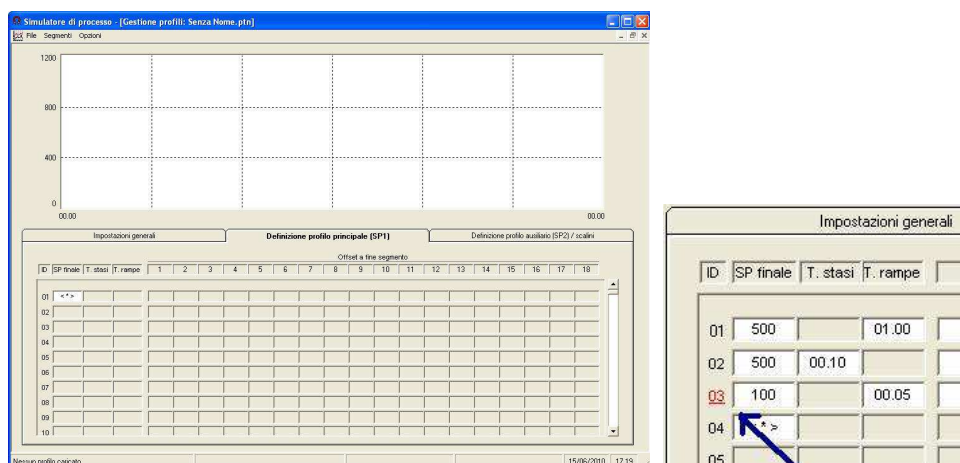

Figura 3.19 – Gestione profili. Definizione profilo principale (SP1) ed attivazione della funzione "crollo"
- **"ID"**: Numero della spezzata. Cliccando, con il tasto sinistro del mouse, sul numero della spezzata si attiverà la funzione **"Crollo"** ed il numero del segmento diverrà rosso e sottolineato (figura 3.19). E' possibile disattivare questa funzione cliccando nuovamente, con il tasto sinistro del mouse sul numero del canale. Questa funzione, permettendo una rapida variazione della temperatura misurata, consente di simulare la rimozione del pezzo dalla fonte di calore (forno). La funzione **"Crollo"** è attivabile solamente nelle spezzate di tipo **rampa** (siano esse di salita o di discesa) e non si estende automaticamente al profilo alternativo (SP2).
- **"Offset a fine segmento"**: Per ciascun canale è possibile indicare un offset (positivo o negativo) che verrà sommato algebricamente al valore del "set-point finale". L'offset sul segmento tiene conto di eventuali ritardi nella dinamica dell'impianto non considerati nella modellizzazione generale. I loro valori vengono sommati (algebricamente) canale per canale al set-point finale in modo da modificare la pendenza del segmento. Se il campo offset viene lasciato vuoto (non vi è indicato alcun numero) il programma lo considera pari a 0 °C. Gli offset verranno utilizzati anche nel caso in cui il canale utilizzi un profilo alternativo (SP2 o scalino). Cliccando due volte sul numero del canale sotto la voce "offset a fine segmento" (figura 3.19) verrà visualizzato il diagramma del canale comprensivo di offset.